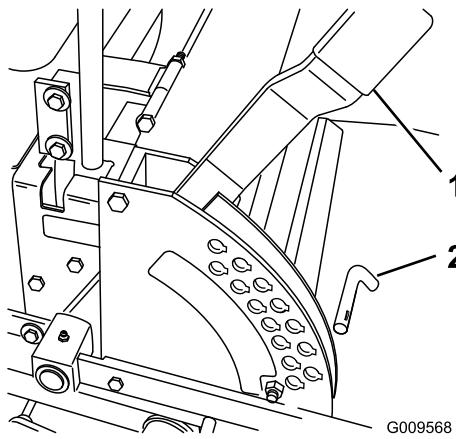

Figura 19
- Levante la palanca de ajuste de la altura de corte a la posición de transporte (que es también la posición de altura de corte de 127 mm) (Figura 19).
- Para ajustar la altura de corte, retire el pasador del soporte de altura de corte (Figura 19).
- Seleccione el taladro del soporte de altura de corte que corresponde a la altura de corte deseada, e inserte el pasador (Figura 19).